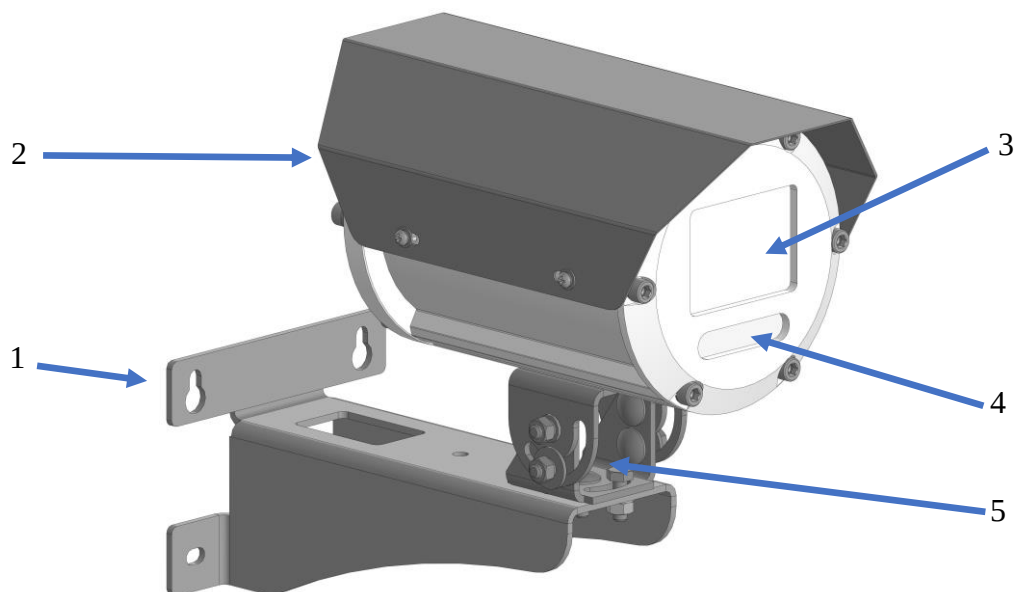

Рисунок 1 – Внешний вид видеокамеры ЗонЕкс-БК-Exd-A10
- Открутить винт крепежно-юстировочного устройства и отсоединить от видеокамеры, рис. 1 и 2;
- Установить видеокамеру на крепежно-юстировочное устройство, включить монитор, нацелить камеру на контролируемую зону и зафиксировать винтом, рис. 1 и 2.